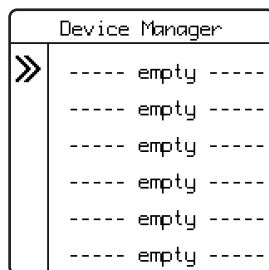

Fig. 5
5. Selezionare un posto libero nella lista utilizzando i tasti freccia (---- empty ----)(fig. 5).